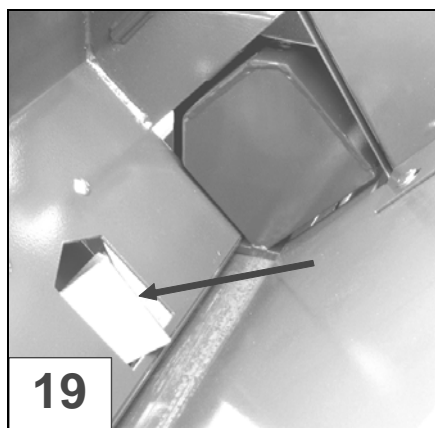

Bild 19. Avkännaren för klyvning
6.1 Avkännaren för klyvning, bild 19